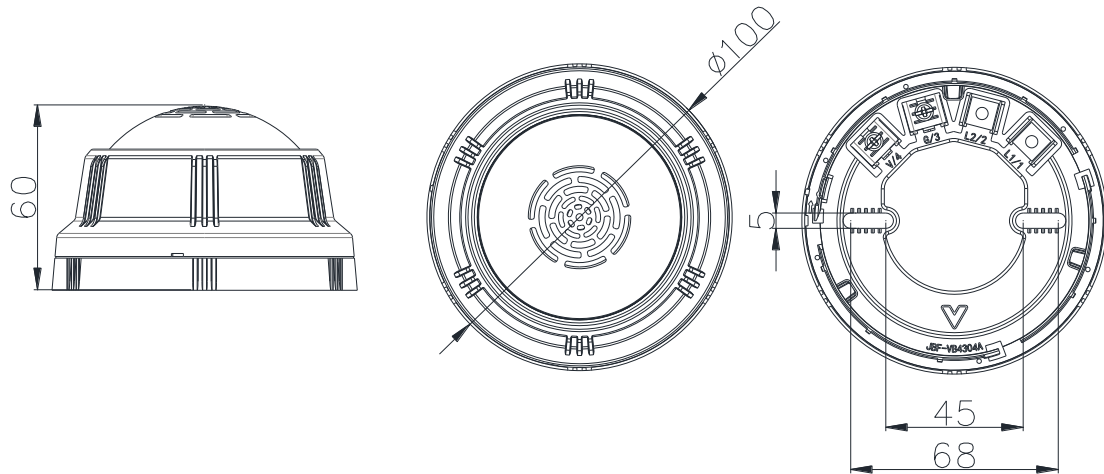

图 1 外形及安装尺寸图，单位：mm
- 布线施工后，将火灾声光报警器底座固定在墙上 (使用 M4 螺钉)，安装孔距为 45mm~68mm，外形及安装尺寸如图 1 所示。